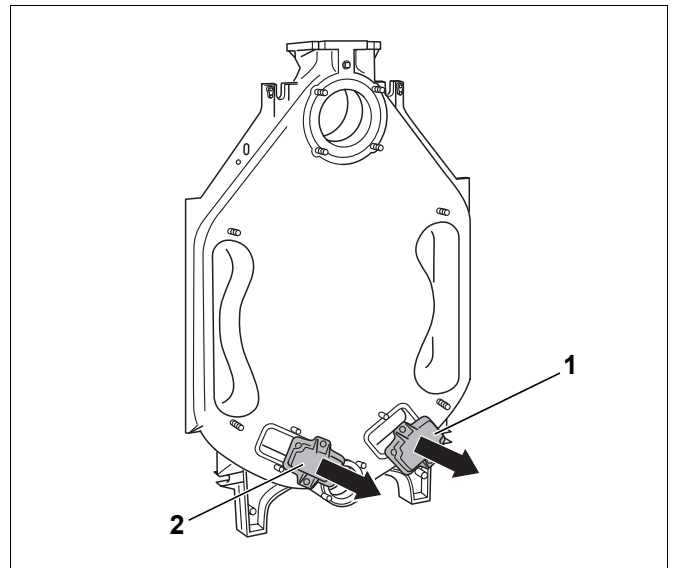

Fig. 10 Smontaggio dei coperchi di pulizia
- Svitare i coperchi di pulizia sull' elemento posteriore (fig. 10, [1] e [2]).